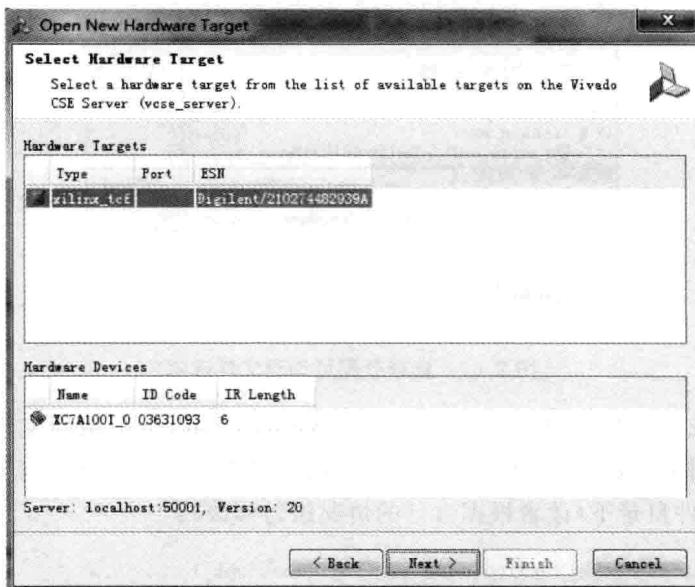

图 2.60 打开新硬件目标对话框界面
- (8) 成功打开服务器后, 如图 2.60 所示, 在 Hardware Targets 下面给出了如下信息:
① Type: xilinx\_tcf;